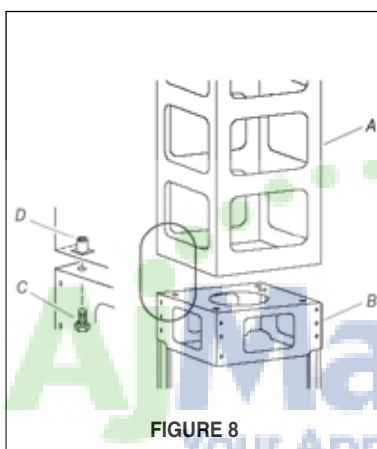

FIGURE 8
5. Si en utilisant Le Haut Kit de Cheminée de plafond, enlever COUVERCLE CHEMINÉE DE la PROLONGATION DE CHEMINÉE (A de la FIGURE 8). Placez la PROLONGATION DE CHEMINÉE au-dessus de TREILLIS (B de la FIGURE 8) de sorte que les bords extérieurs et les trous électriques alignent. Attachez la PROLONGATION DE CHEMINÉE à la TREILLIS à l'aide des boulons (C de la FIGURE 8). Serrez les boulons solidement.